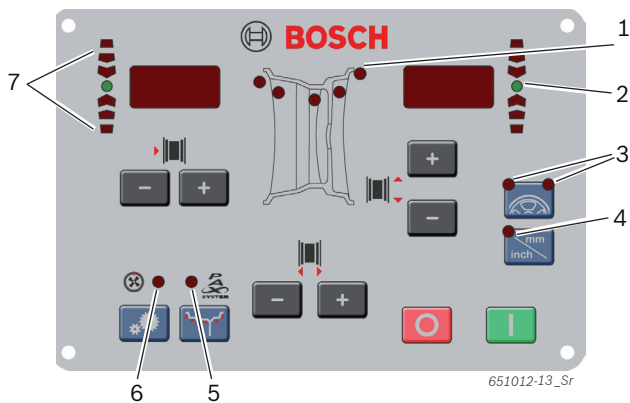

Fig. 5: LED's op het bedieningsveld/indicatieveld
➔ Met behulp van de LED's (Fig. 5, Pos. 1) worden de posities van de uitlijnniveaus voor elk uitlijnprogramma getoond.
ii Als er een PAX-uitlijnprogramma gekozen is, brandt bovendien de LED Pax (Fig.5, Pos. 5).
- ⇒ De beide LED's van de <SPLIT>-toets (Fig. 5, Pos. 3) gaan branden.
- ⇒ Zodra de positie voor het bevestigen van een uitlijngewicht bereikt is, gaat de LED (Fig.5, Pos. 2) branden. Een geluidssignaal bevestigt de correcte positie (achter een spaak).